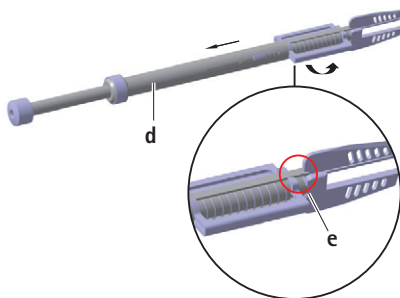

Fig. 3
- Placér styrerillen **e** på buret **d** i mejselbroen, se Fig. 3.